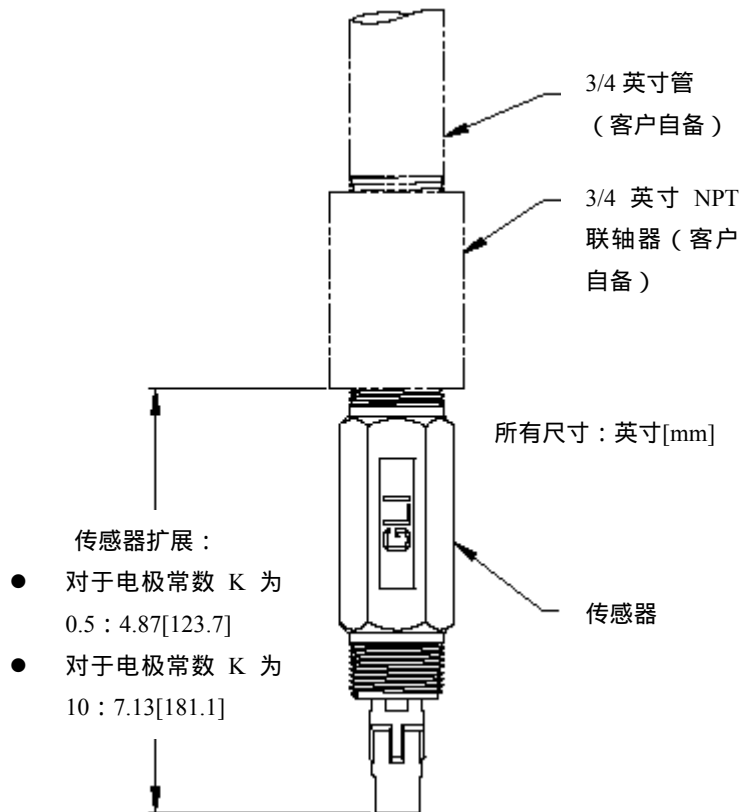

图 2-3 安装传感器到管端以便浸入
1. 参考图 2-3，将一个 3/4 × 3/4 英寸的 NPT 联轴器拧到传感器的电缆端。小心地拧紧接头以防止渗漏。